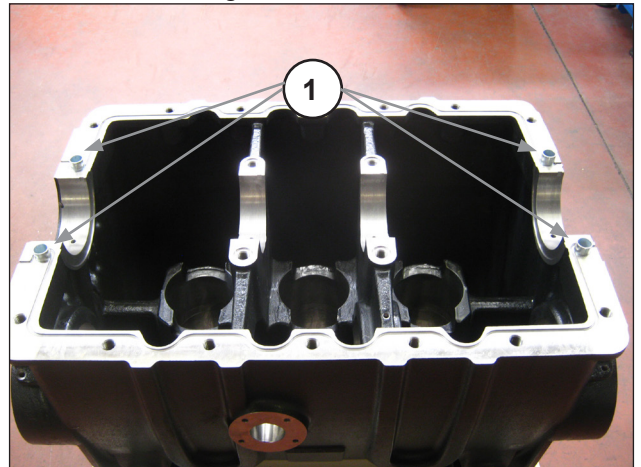

Abb. 64
Setzen Sie die Zentrierbuchsen in die Bohrlöcher an der Kurbelwellenhalterung (Pos. ①, Abb. 64).